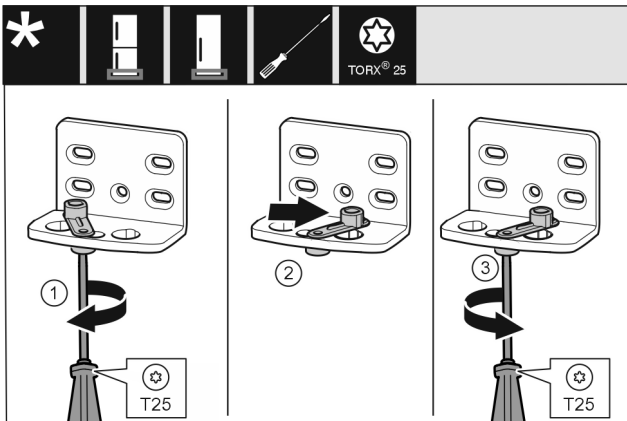

Fig. 14
- ▶ Atlaisvinkite varžtą Fig. 14 (1) atsuktuvu.
- ▶ Pakelkite pagalbinį durų uždarymo įtaisą Fig. 14 (2) ir 90° kampu pasukite į dešinę kiaurymėje.
- ▶ Tvirtai prisukite varžtą Fig. 14 (3) atsuktuvu.